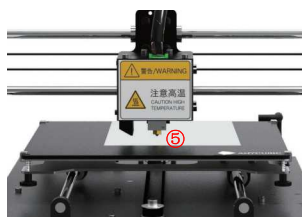

図 12
**Step 4.** 図12のように、ヒートベッドの上にA4のコピー用紙を1枚置いてください。
①→②→③→④→⑤の順番でプリントヘッドとベッドを手で移動していきます。
**Step 5.** ①に移動した後、プリントベッド下に付いている高さ調整ネジを調整します。ヒートベッドとノズルの間の距離を紙の厚みと同じくらいにしてください（0.1~0.2mm）。紙を抜き取るときに、紙は動かし抵抗を感じるくらいがベストな状態です。他のところでも同じように調整します。すべての調整が終わった後、再確認のために①→③、②→④の順番で移動し再度調整 & 確認をしてください。